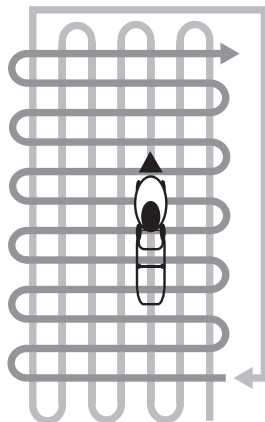

Рис. 17 Схема скашивания высокой и/или загущенной травы
5. При скашивании в тяжелых условиях (п. 3,4) рекомендуется двигаться медленнее или проводить повторный проход с меньшей высотой скашивания. На Рис. 17 представлена схема движения газонокосилки при скашивании высокой и/или загущенной травы.